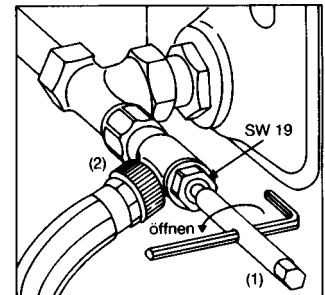

Bild 6
- 3.4 Навернуть инструмент для заполнения и опорожнения (2) на штуцер „Combi 4/3“ и на отводе закрепить шланг диаметром $\frac{1}{2}$ " (рис. 6).
- 3.5 Воздушный кран на отопительном приборе следует открыть. Шестигранный ключ NN № 10 (1) надеть на инструмент для заполнения и опорожнения (2) и поворачивая влево, опорожнить отопительный прибор (рис. 6).